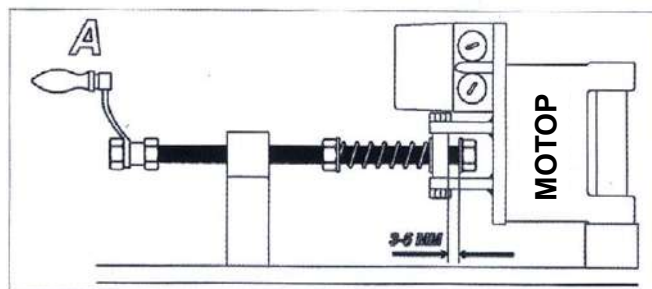

Рисунок 4
- => Вращайте рукоятку А (см. Рис. 4) влево, чтобы ослабить натяжение шлифовальной ленты.
- => Теперь шлифовальную ленту следует натянуть с должным усилием. Этого можно добиться вращением рукоятки А вправо, чтобы зазор между цилиндром и пластиной был в диапазоне от 3 до 5 мм (см. Рис. 4).